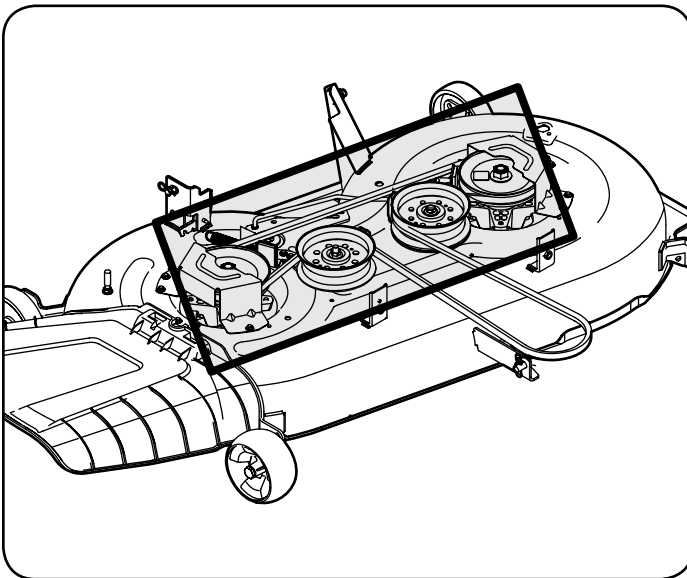

Figura 17
- Limpiar la parte superior de la plataforma de corte, bajo las sábanas de husillo y área de la correa. Vea la Figura 17.